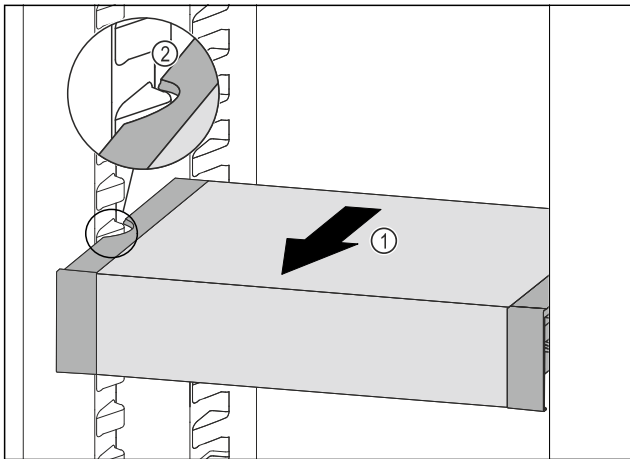

Fig. 82
- ▶ Потягнути VarioSafe вперед Fig. 82 (1), поки бокові заглиблення VarioSafe не опиняться на рівні ребра для резервуара в охолоджувальному відділенні. Fig. 82 (2)